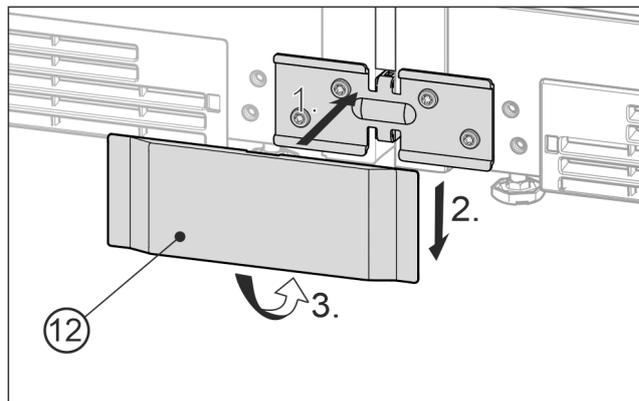

Fig. 24 Representación a modo de ejemplo
- ▶ Coloque la cubierta Fig. 24 (12) inferior por delante sobre la escuadra Fig. 24 (1), deslícela hacia abajo Fig. 24 (2) y encájela en la parte inferior Fig. 24 (3).